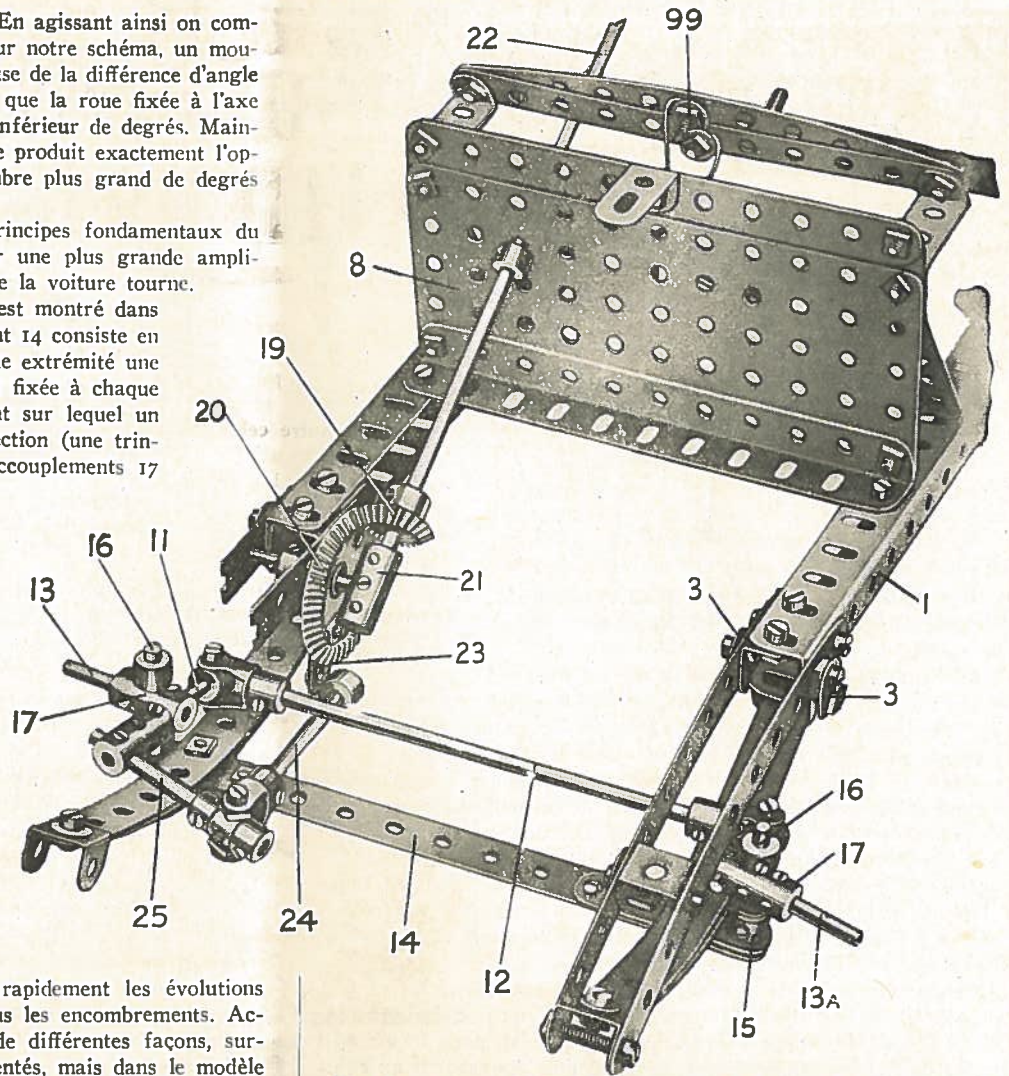

Fig. 4. — Avant du Châssis montrant le Mécanisme de Direction
La commande entre le volant et les roues est un point extrêmement important. La proportion ou le rapport entre le mouvement communiqué au volant et la position correspondante des roues ne doit pas être trop grande, autrement un léger mouvement du volant donnerait une trop grande déviation à la voiture ce qui pourrait être dangereux et provoquerait des accidents. D'autre part, si ce rapport est trop petit, la voiture serait difficilement maniable et ne pourrait exécuter rapidement les évolutions voulues, de là, impossible de circuler dans les encombrements. Actuellement, la démultiplication est faite de différentes façons, surtout grâce aux vis sans fin et secteurs dentés, mais dans le modèle Meccano, la méthode la plus pratique est constituée par un engrenage conique en prise avec un autre engrenage conique de 38 mill. (20) fig. 4. Ce dernier peut tourner librement sur une tringle de 38 mill. montée dans le longeron du châssis et est fixé au centre d'un accouplement 21. Une extrémité de cet accouplement constitue une butée pour l'extrémité de l'axe du volant 22, qui consiste en une tringle de 20 cm. supportant une poulie de 5 cm. représentant le volant.